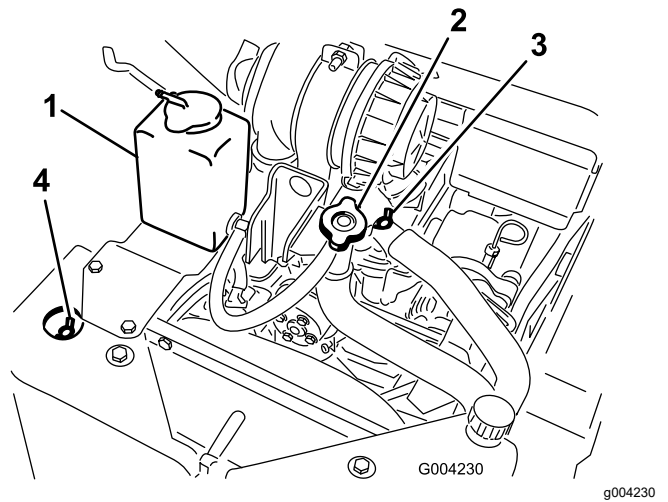

Bild 51
- A. Nehmen Sie den Kühlmittel-Fülldeckel ab (**Bild 51**).
- B. Öffnen Sie das vordere und obere Entlüftungsventil für das Kühlmittel (**Bild 51**).
- C. Füllen Sie Kühlmittel in den Füllstutzen ein, bis das Kühlmittel aus dem vorderen Entlüftungsventil für das Kühlmittel tritt (**Bild 51**).
- D. Schließen Sie das vordere Entlüftungsventil für das Kühlmittel (**Bild 51**).
- E. Füllen Sie Kühlmittel in den Füllstutzen ein, bis das Kühlmittel aus dem oberen Entlüftungsventil für das Kühlmittel tritt (**Bild 51**).
- F. Schließen Sie das obere Entlüftungsventil für das Kühlmittel (**Bild 51**).
- G. Füllen Sie Kühlmittel in den Füllstutzen, bis der Kühlmittelstand am Füllstutzen liegt (**Bild 51**).
- H. Setzen Sie den Kühlmittel-Fülldeckel auf (**Bild 51**).
- I. Füllen Sie Kühlmittel in das Ausdehnungsgefäß, bis der Stand an die Voll-Markierung an der Seite des Behälters liegt (**Bild 51**).